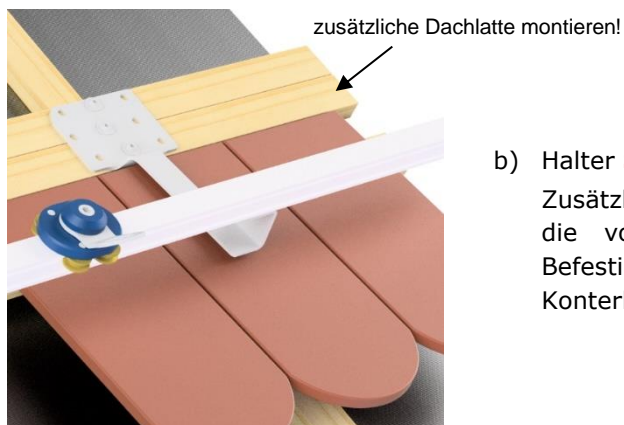

Abb. 2
b) Halter **SD-B** (Biberschwanzdach) : siehe Abb. 2